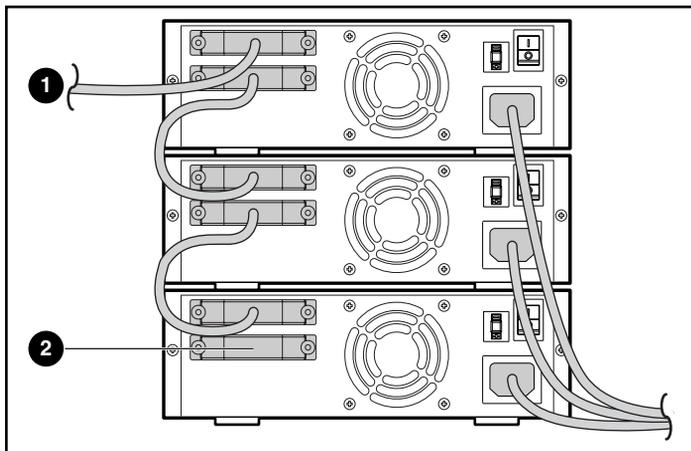

Abbildung 5: Verkettete mehrerer externer Laufwerke
6. Schließen Sie das Netzkabel ❹ an das Laufwerk und anschließend an eine geerdete Steckdose an.
- Abbildung 5 zeigt die Verkettung mehrerer Laufwerke.